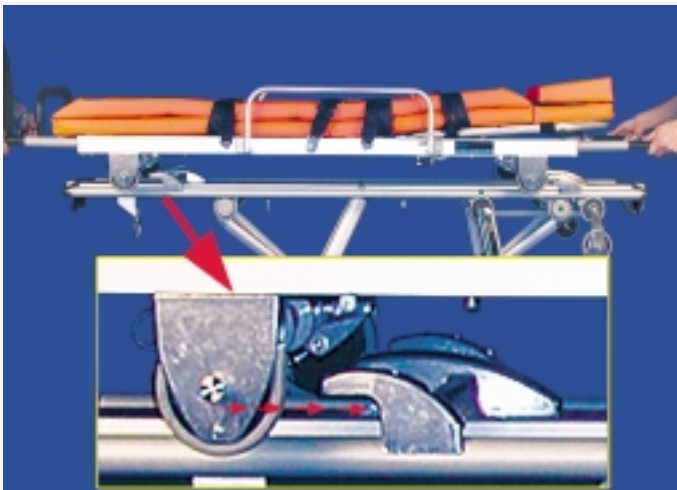
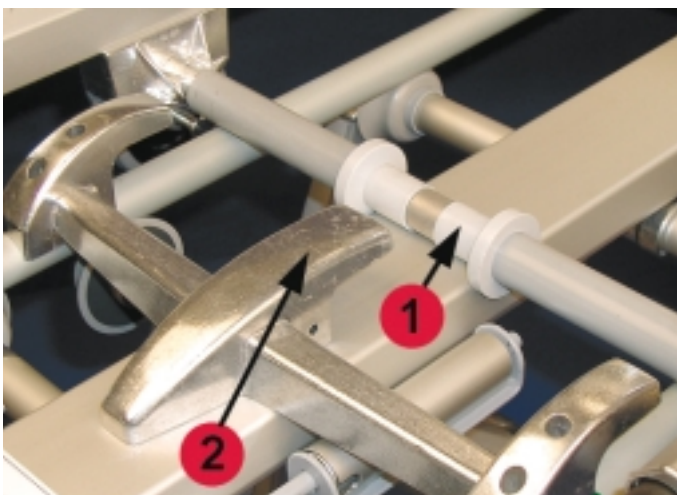

Bild 17
Bild 18
Krankentrage von der Seite auf das Zentralprofil des Fahrzeuggestellrahmens legen (Bild 17).
Dabei müssen die Querverbindungen mit Adapter (Bild 17/Pfeil) hinter den Monoblocken (Bild 18/2) aufliegen.
- Auf die Zentrierung der Trage durch die Spurrollen (Bild 18/1) auf dem Zentralprofil ist zu achten.